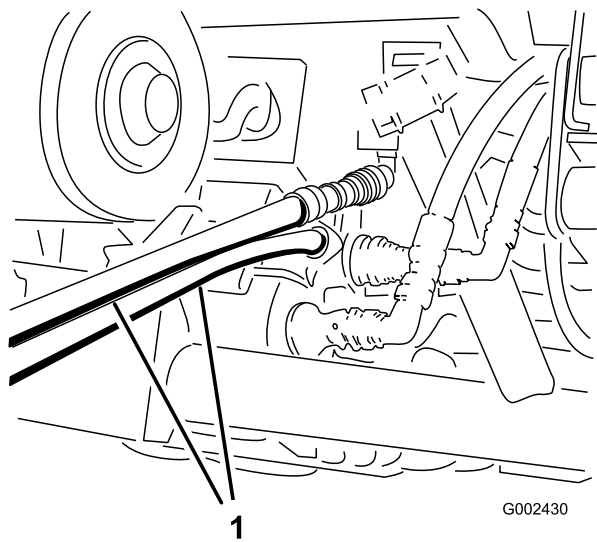

図 81
4. 救援側のワークマンのカップラ・ブラケットのまだついているカップラに、救援用ホースを接続する（上のホースは上のカップラに、下のホースは下のカップラに接続する（図 81）。使用しないフィッティングにはキャップをかぶせておく。